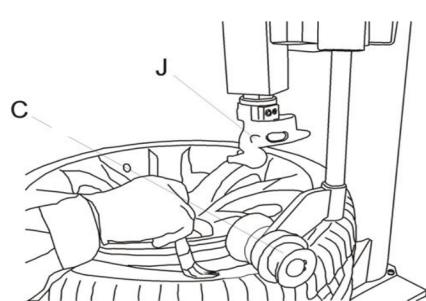

Fig. 9
1. Pressione o pneu com o destalonador de pressão direita C/G para uma posição 3cm mais baixa que a borda do aro, lubrifique o talão do pneu, gire o prato giratório, levante o braço destalonador C/G. (Fig. 9)